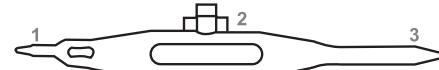
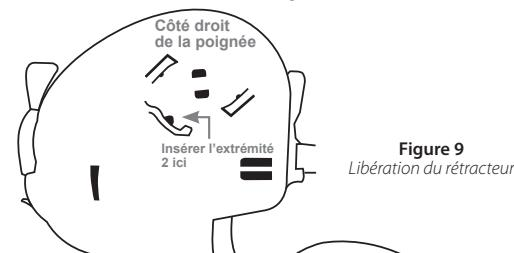
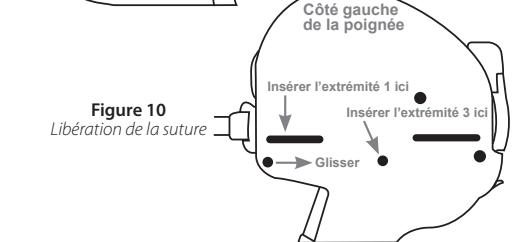

Figure 8
Figure 9
Figure 10
- 5.1.1** Si l'aiguille ne se rétracte pas, insérer l'extrémité 2 de l'outil de libération de la poignée (**Figure 8**) dans l'orifice situé sur le côté droit du boîtier (**Figure 9**). L'extrémité 3 doit être dirigée vers le rétracteur. En laissant inséré l'outil de libération de la poignée, le pivoter en sens horaire d'environ 5-10 degrés et le maintenir d'une légère pression du doigt, puis exercer une légère pression sur le rétracteur.
- 5.2.1** S'il est préférable de sectionner la suture monofilament sans libérer la pièce terminale urétrale, insérer l'extrémité 3 de l'outil de libération de la poignée (**Figure 8**) dans l'orifice situé sur le côté gauche du boîtier (**Figure 10**).
- 5.2.2** Si la suture n'est pas sectionnée entièrement lors de l'Étape 5.2.1, insérer l'extrémité 1 de l'outil de libération de la poignée (**Figure 8**) dans la rainure à l'avant du côté gauche du boîtier et faire glisser l'outil de l'avant vers l'arrière (**Figure 10**).